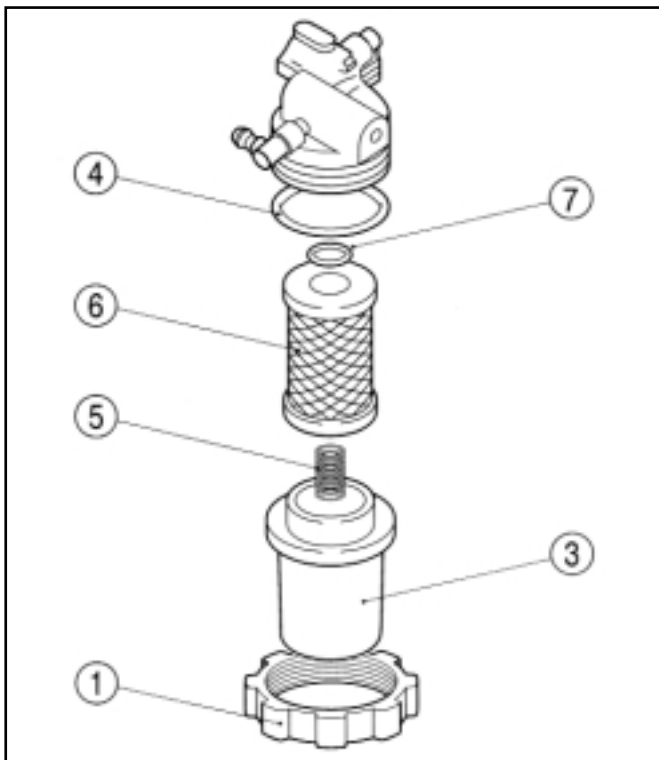

FIG. 113 / ABB. 113 / FIG. 113
Desserrez doucement la grande rondelle (1) dans la Fig.113 et enlevez le bocal (3) et le joint torique (4). Maintenant vous pouvez nettoyer le bocal.
*NOTE: Ne perdez pas le ressort (5) logé entre le bocal et le filtre.*
Den Verschuß (1) in Abb. 113 vorsichtig abschrauben, den Abscheider (3) und den O-Ring (4) abnehmen. Der Abscheider kann nun entleert und gereinigt werden.
***HINWEIS: KEINESFALLS die Feder (5) zwischen Abscheider und Filterelement verlieren.***